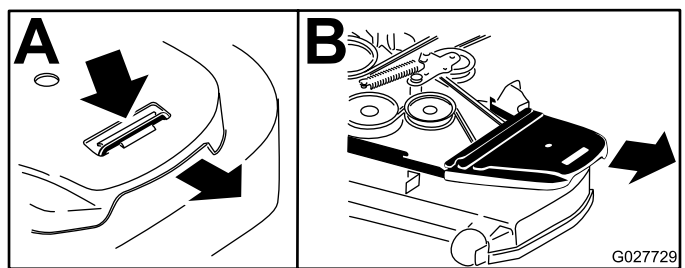

Figure 92
4. Déposez les protège-courroies (Figure 92).